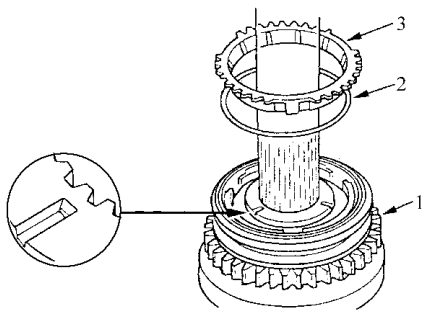

图 4-90 安装倒档齿轮同步弹簧及同步环
- 4) 如图 4-90 所示，将倒档齿轮、同步弹簧及同步环安装到轴上。